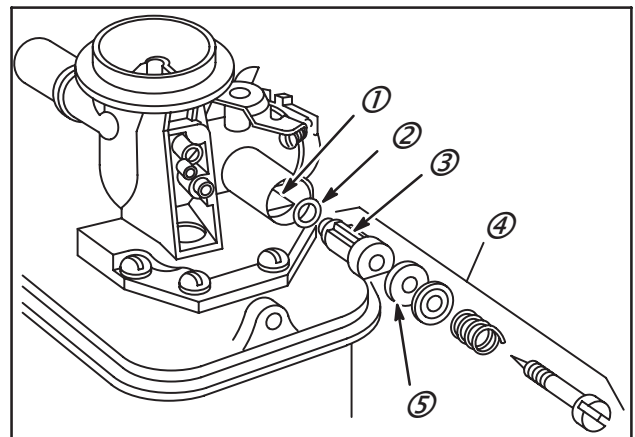

Fig. 49
Type à visser (Fig. 49)
1. Pour poser l'ensemble vis de richesse à visser, mettre le joint torique (2) sur l'épaulement du siège de vis (3).
2. Tourner la vis jusqu'à ce que la rondelle large (5) affleure le siège de la vis, Fig. 49.
3. Placer l'ensemble vis de richesse (4) et serrer la vis jusqu'à ce qu'elle touche le ressort.
4. Installer la vis pointeau comme un tout en veillant que le méplat du pointeau soit aligné avec le méplat du corps de carburateur (1), Fig. 49.